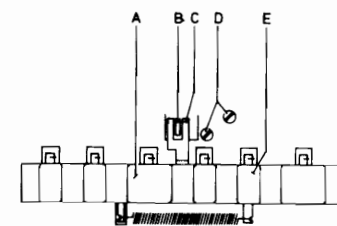
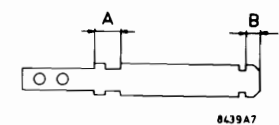

Fig. 14
Fig. 15
**AUTOMATISCHE AFSLAG (Fig. 14)**
- Bij aangetrokken magneet B en ingedrukte toetsen START (A) en REC (E) de magneet zover verschuiven, nadat de schroeven D zijn losgedraaid, dat de toetsen mechanisch worden vrijgegeven.
**SCHUIFSCHAKELAARS (Fig. 15)**